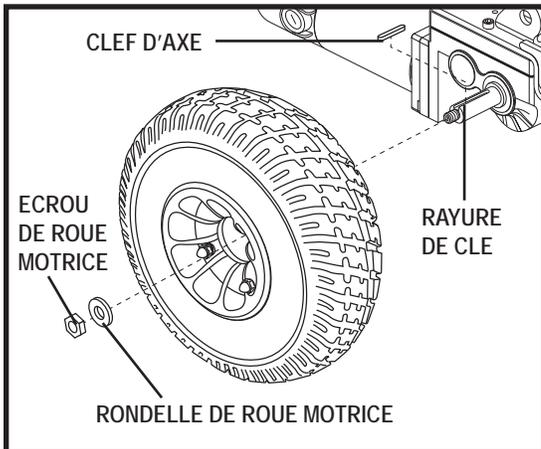

Figure 22. Roue de traction pneumatique enlèvement
5. Retirez l'écrou et la rondelle de roue motrice sur l'essieu. **Voir la figure 22 ou 24.**